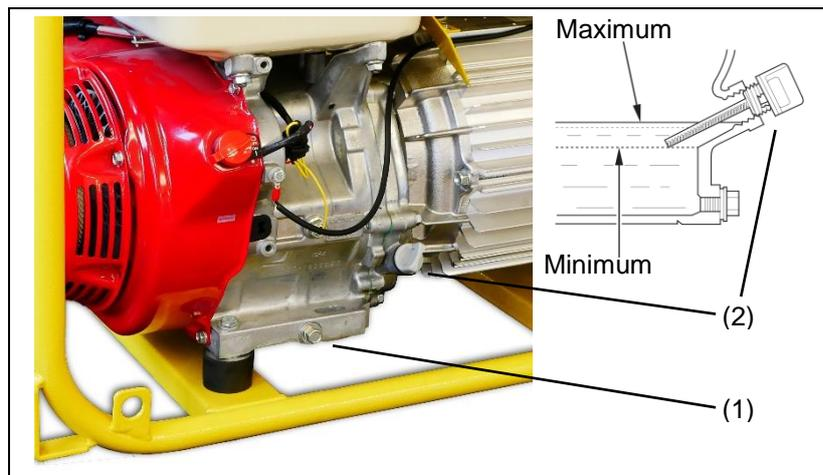

Abb. 6-2: Ölmesstab
1. Ölmesstab (Abb. 6-2-(2)) gegen den Uhrzeigersinn heraus-schrauben und mit sauberen Tuch abwischen.
1. Ölmesstab (*Abb. 6-2-(2)*) herausdrehen.
3. Ölablassschraube *Abb. 6-2-(1)* vorsichtig herausschrauben und warten, bis Öl vollständig in den Auffangbehälter abgelassen ist.
4. Ölablassschraube *Abb. 6-2-(1)* wieder einschrauben.